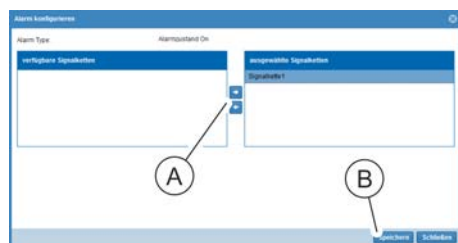

Abb. 184: Fenster "Alarm konfigurieren"
5. ➤ Im Fenster "Alarm konfigurieren" eine Signalkette auswählen und über die Schaltfläche „→“ (Abb. 184/A) ins Feld „ausgewählte Signalketten“ schieben. Auswahl über die Schaltfläche „Speichern“ (Abb. 184/B) bestätigen.